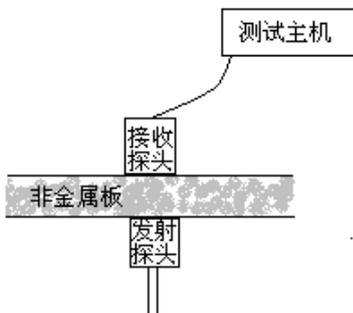

图 2-5 测试示意图
- ◇ 用接收信号线连接好接收探头和主机; 再将发射探头连接杆连接到发射探头且打开探头开关, 放到非金属板 (楼板) 下面; 检测示意图如图 2-5, 发射探头电源指示灯 (简称指示灯) 绿灯亮表示发射探头工作正常, 指示灯红色且发射探头发报警声或指示灯不亮时, 表示发射探头电量不足, 需要充满